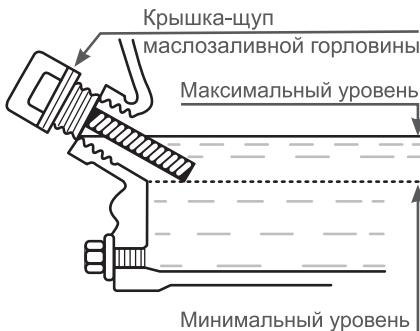

Рис. 5 Проверка уровня масла в картере
5. Аккуратно вытащите щуп и осмотрите его. Уровень масла должен соответствовать верхней отметке на щупе. При недостаточном уровне масла в картере необходимо долить чистое масло до верхней отметки на щупе, что соответствует нижней кромке заливного отверстия (Рис. 5). После окончательной проверки, плотно закрутите крышки-щуп.
Максимальный уровень масла в картере соответствует нижней кромке маслозаливной горловины (Рис. 5).